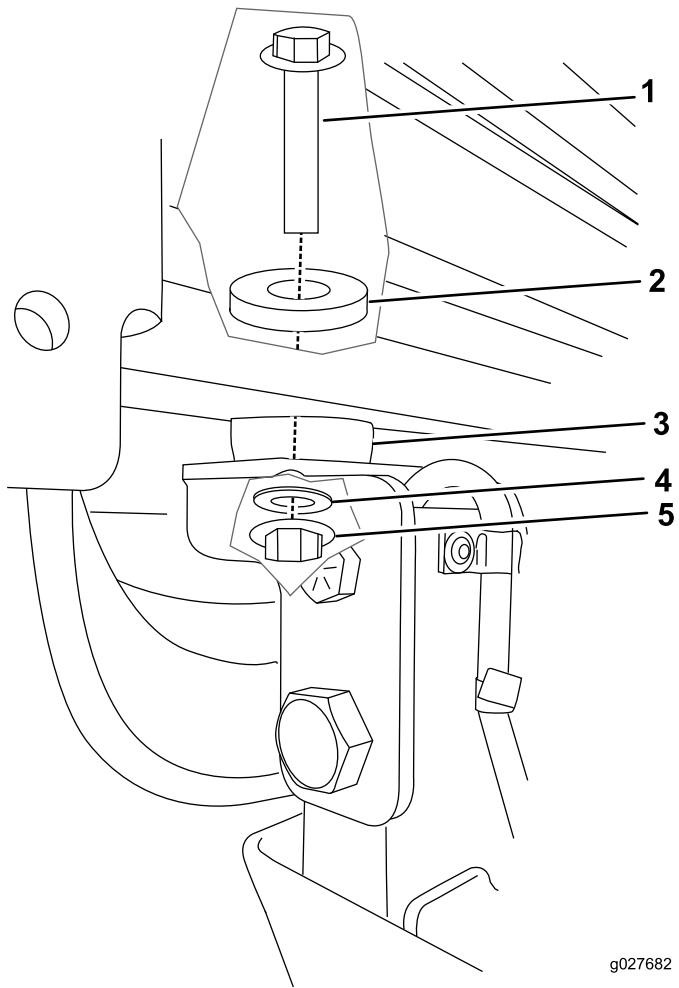

Figura 66
7. En cada punto de montaje, sujeté la cabina a la máquina con un perno ($\frac{1}{2}$ " x 3"), una arandela de acero, una arandela de goma y una tuerca ($\frac{1}{2}$ ") (Figura 66).